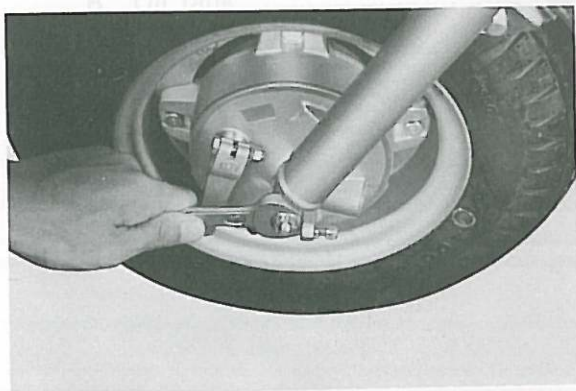

Fig. 5-1-4
4. Remove the front axle nut. (Fig. 5-1-4)
4. Enlever l'écrou d'axe de roue avant. (Fig. 5-1-4)
4. Vorderachsmutter abschrauben. (Fig. 5-1-4)